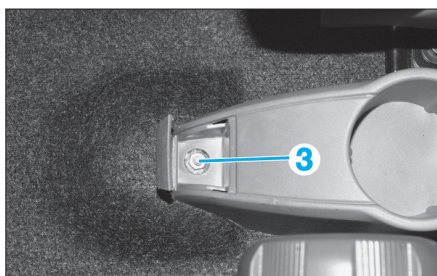

FIG. 4
- l'écrou de fixation (3) (Fig.4).